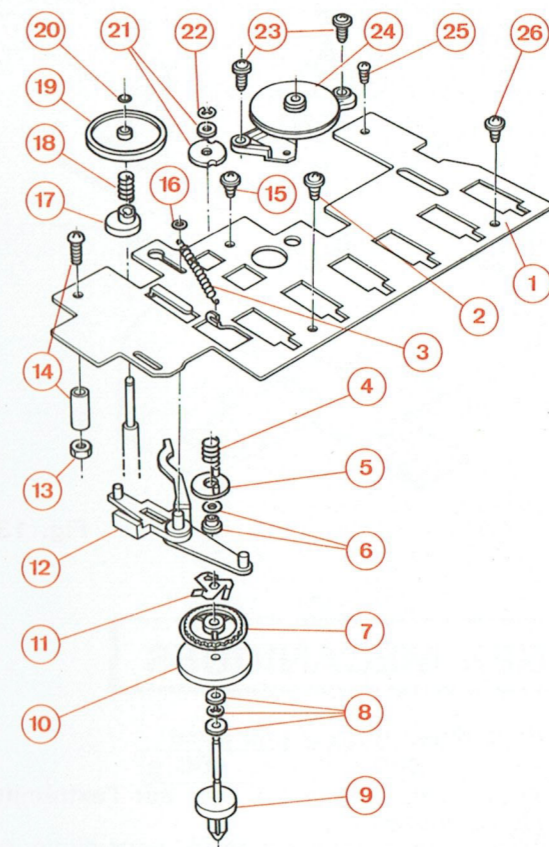

Fig. 10
### I - DÉMONTAGE DU COULISSEAU D'ARRÊT AUTOMATIQUE (Fig. 10)
### J - DÉPOSE DU PORTE-BOBINE RÉCEPTEUR (Fig. 10)
- 3° Retirer l'anneau d'arrêt (1), la poulie plastique (2), le ressort (3) et la poulie plastique dentée (4).
- 4° Extraire les rondelles et l'entretoise (5).
- 5° Effectuer les opérations 4 et 5 du paragraphe I (voir figure 10).
- 6° Soulever la plaque métallique (11) (voir figure 10) pour dégager le ressort à lame (6) de l'axe du porte-bobine débiteur (8).
- 7° Enlever la rondelle et l'anneau d'arrêt (7).
- 8° Déposer le porte-bobine débiteur (8).